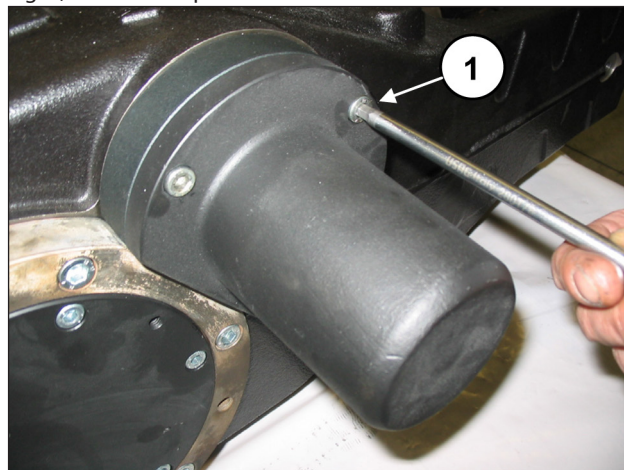

Fig. 8
Svitare le viti di fissaggio coperchio estremità albero (pos. ①, Fig. 8) e sfilare il coperchio dall'albero PTO.